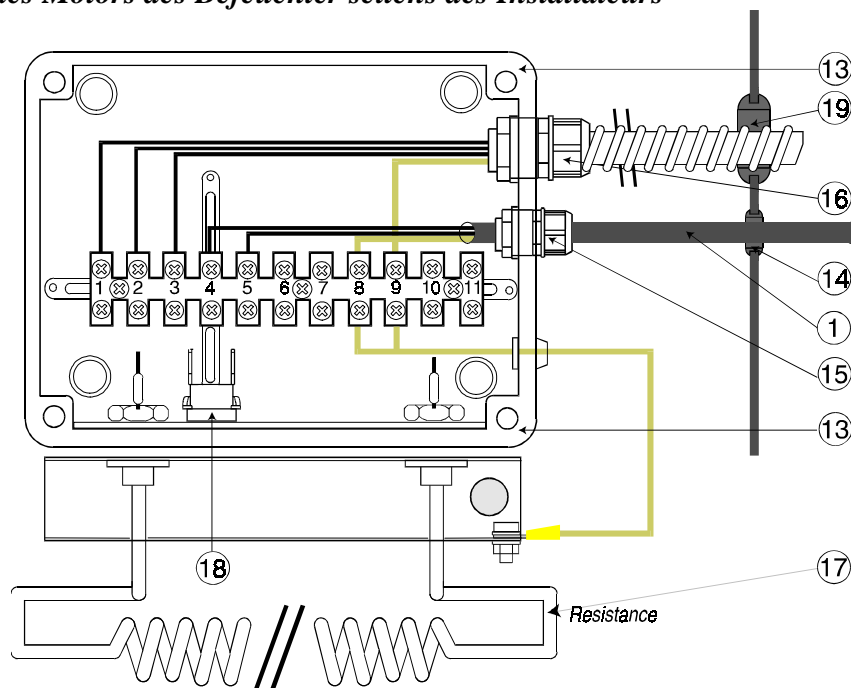

Abb. 5
- Lösen Sie die Schrauben, die den Deckel der **Abzweigbox** fixieren (13 – Abbildung 5).
- Verlegen Sie das Versorgungskabel (1) des Motors durch den Kabelbinder (14) und die PG-Verschraubung (15) entfernt vom Heizwiderstand (17) (Abbildung 5).